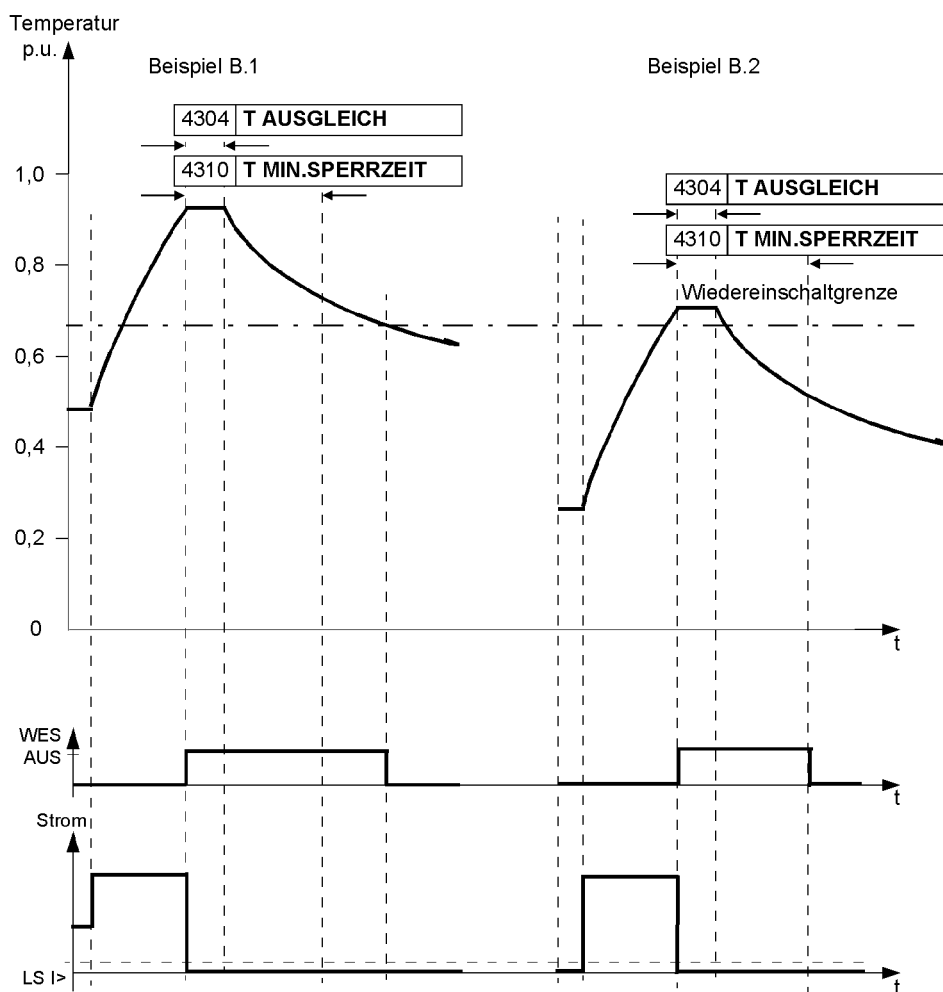

Bild 2-36 Anläufe gemäß der Beispiele B.1 und B.2
1. Die Maschine wird aus dem Lastbetrieb heraus durch einen Anlauf in den Bereich weit oberhalb der thermischen Wiedereinschaltgrenze gebracht und abgeschaltet. Mindestsperrzeit und Ausgleichszeit werden gestartet und „WES AUS“ gemeldet. Der thermische Abkühlvorgang bis zum Unterschreiten der Wiedereinschaltgrenze dauert länger als 4310 T MIN.SPERRZEIT und 4304 T AUSGLEICH, so dass die Dauer bis zum Unterschreiten der thermischen Schwelle zeitbestimmend für die Rücknahme der Meldung „WES AUS“ ist. Während der Ablaufzeit der Ausgleichszeit bleibt das thermische Modell „eingefroren“ (siehe Bild 2-36, links).
2. Die Maschine wird aus dem Lastbetrieb heraus durch einen Anlauf in den Bereich knapp oberhalb der thermischen Wiedereinschaltgrenze gebracht und abgeschaltet. Mindestsperrzeit und Ausgleichszeit werden gestartet und „WES AUS“ gemeldet. Obwohl die Wiedereinschaltswelle schon bald unterschritten wird, bleibt die Sperre „WES AUS“ bestehen, bis Ausgleichszeit und Mindestsperrzeit abgelaufen sind (siehe Bild 2-36, rechts).